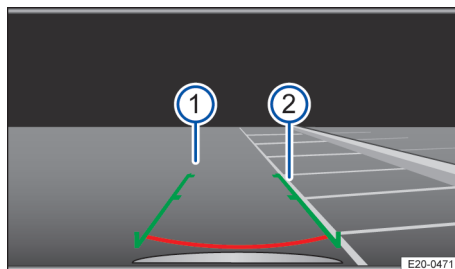

Fig. 119 Visualización en la pantalla del sistema de infotainment: buscar un hueco de aparcamiento.
1. Sitúe el vehículo delante del hueco de aparcamiento → fig. 119 ②.